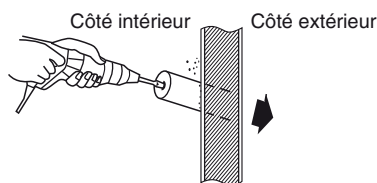

Fig. 3-16
- (8) Si la tuyauterie et le câblage doivent aller vers l'arrière de l'unité, faire des trous dans le mur. (Fig. 3-16)